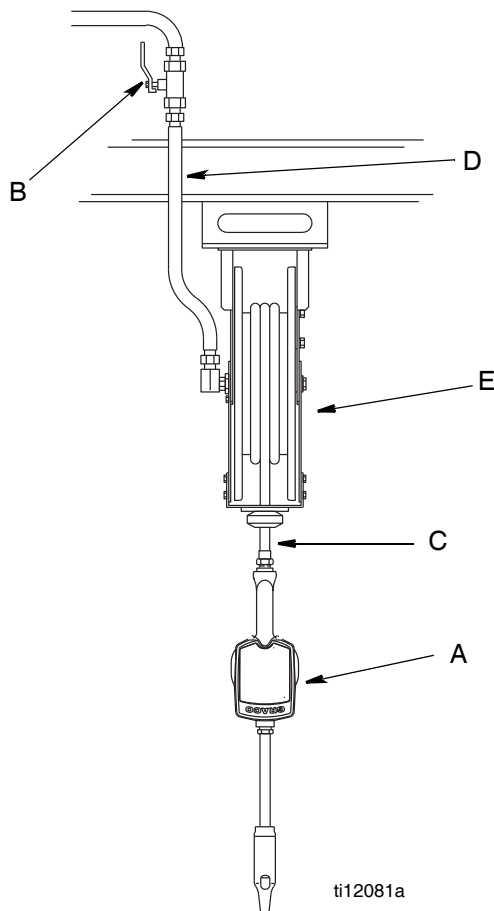

ABB. 1
ABB. 1 zeigt eine typische Schlauchaufrollvorrichtung. Das Ausgabeventil kann ebenfalls auf einer Konsole installiert werden, wie in Abbildung 2 gezeigt.
Die in Abb. 1 gezeigte typische Installation ist nur eine Richtlinie. Es handelt sich dabei nicht um eine komplette Systemauslegung. Kontaktieren Sie Ihren Graco-Händler zwecks Unterstützung bei der Planung eines Systems, welches Ihren Anforderungen gerecht wird.
3. Schließen Sie das Absperrventil (B, ABB. 1, Seite 4).